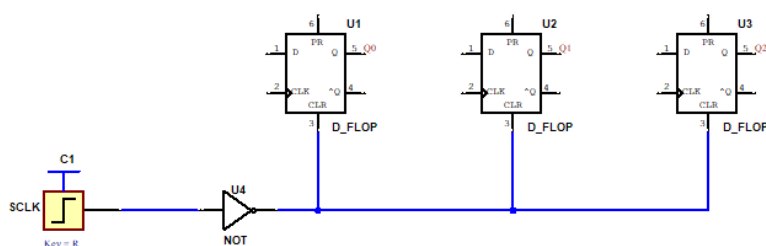

图 5-4: 模 7 加法计数器的复位控制
3. 为了可以随时清零计数器, 使其从 0 开始计数, 就需要在原理图中添加一个手动的复位按键 R, 如图 5-4 所示。